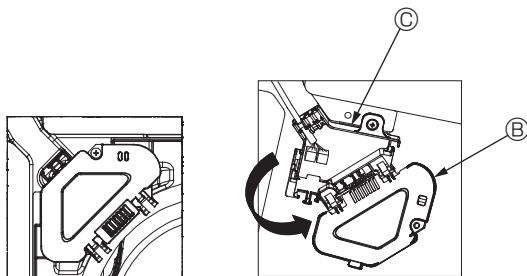

Fig. 5-5
- ③ Konektör kutusu kapağını tespit eden vidayı çıkarın ve daha sonra kapağı açın. (Fig. 5-5)
- ④ Bağlantı kablosu konektörünü konektör kutusuna yerleştirin.
- ⑤ Kablo kapağı ve konektör kutusu kapağını monte edin.